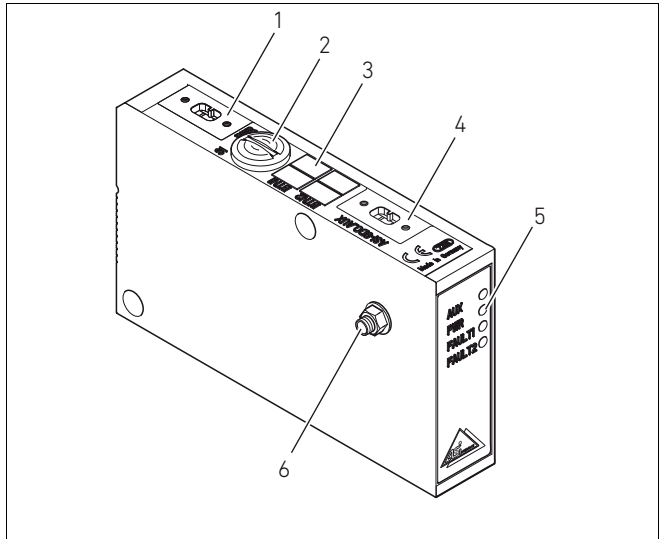
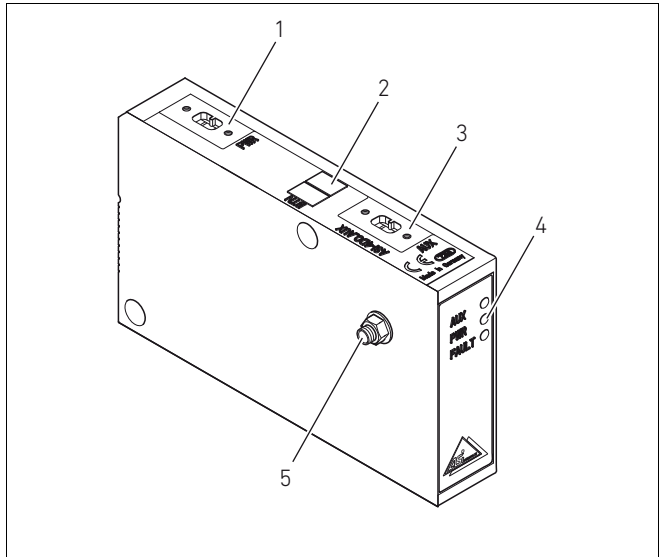

Abb. 4: Buskoppler, Beispiel 8D0-AUX
Abb. 5: Buskoppler, Beispiel 4DO-AUX
- ▶ Verbinden Sie zur Ableitung von EMV-Störungen den FE-Anschluss (1) an der EP-Endplatte des VS über eine niederimpedante Leitung mit der Funktionserde. Empfohlener Kabelquerschnitt: 10 mm²
Im Auslieferungszustand ist die Schraube für den FE-Anschluss in der EP-Endplatte des VS HF04 eingeschraubt. Wahlweise kann der FE-Anschluss (2) an der E-Endplatte oder direkt am AS-i (siehe Abb. 4 auf Seite 18 und Abb. 5 auf Seite 19) erfolgen.
- ▶ Schrauben Sie hierzu die Schraube für den FE-Anschluss (1) aus der EP-Endplatte des VS heraus und in den FE-Anschluss (2) der E-Endplatte oder direkt in das AS-i ein. Stellen Sie dann dort die Verbindung mit der Funktionserde her.
- ▶ Bringen Sie die Erdung hier am FE-Anschluss (2) der E-Endplatte oder direkt am Buskoppler (siehe Abb. 4 auf Seite 18 und Abb. 5 auf Seite 19) an.